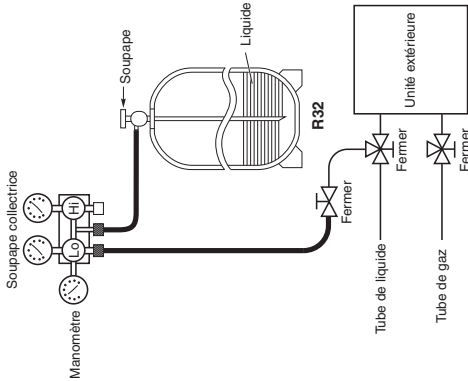

Fig. 7-1
- Charge de réfrigérant supplémentaire (calculée à partir de la longueur du tube de liquide comme indiqué dans « 1-4. Taille de la tuyauterie ») en utilisant le robinet de service du tube de liquide. (Fig. 7-1)